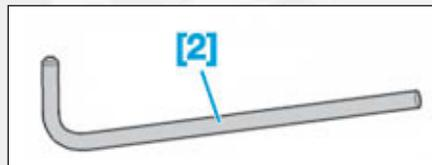

FIG.2
- [2]. Pige du galet tendeur (réf Citroën : .0194-F) (Fig.2).